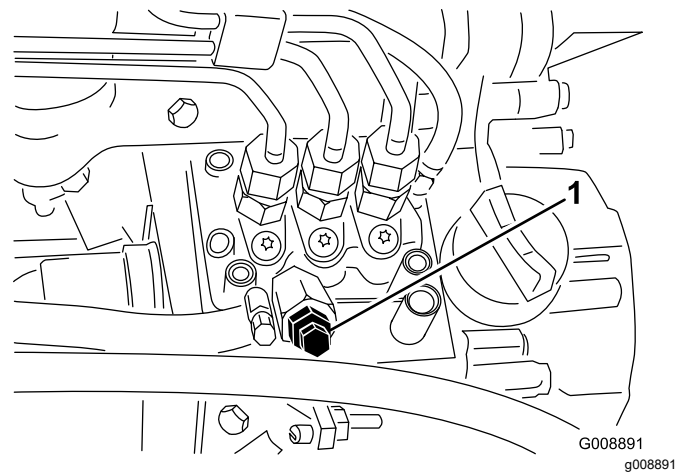

Figura 81
4. Desaperte o parafuso de purga que se encontra na bomba de injeção de combustível (Figura 81).